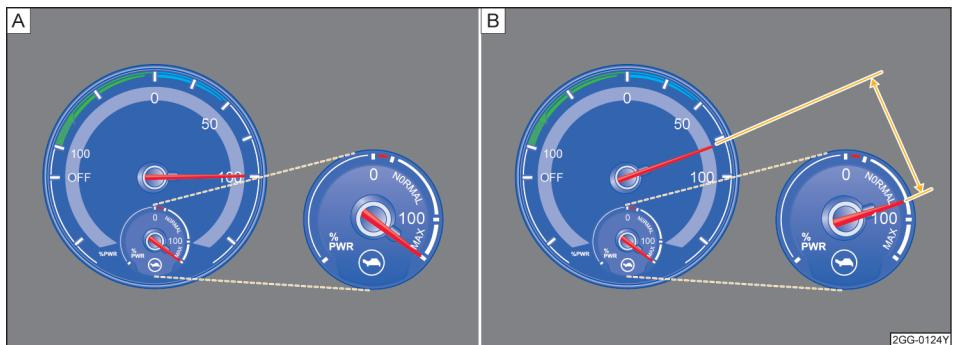

图 12 可用功率表-示意图
- Ⓐ 指针位于 max 区域时，电驱动装置可以达到最高可用功率。（全油门加速时，行驶功率表指针可以达到 100。）→图 12Ⓐ
- Ⓑ 指针位于 normal 区域时，电驱动装置无法达到最高可用功率。（全油门加速时，行驶功率表指针最多可与可用功率表平行。）→图 12Ⓑ→▲。